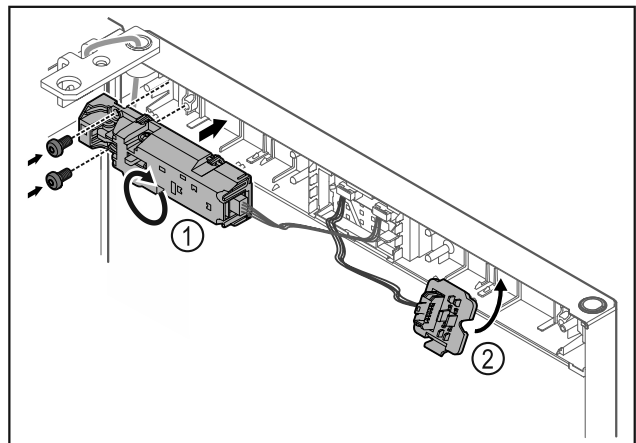

Fig. 18
- Ruotare la serratura a distanza Fig. 18 (1) di 180° e fissarla sul lato opposto.
- Innestare il supporto connettori Fig. 18 (2) sul lato opposto.